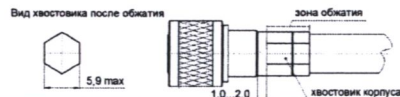

Рисунок 11
- 4.3 Вставить хвостовик корпуса в окно «А» матрицы, предварительно установленной в обжимные клещи на расстоянии (1,0 - 2,0) мм (рисунок 11).